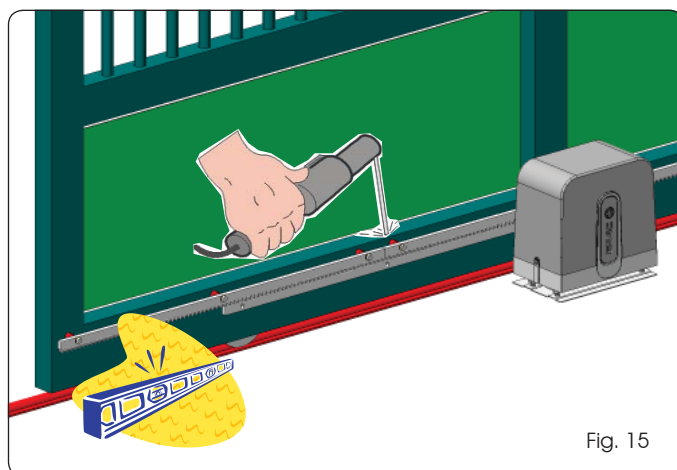

Fig. 15
5. Aproximar mais um elemento da cremalheira ao anterior, utilizando uma parte da cremalheira para ajustar os dentes dos dois elementos, como indicado na Fig. 15.